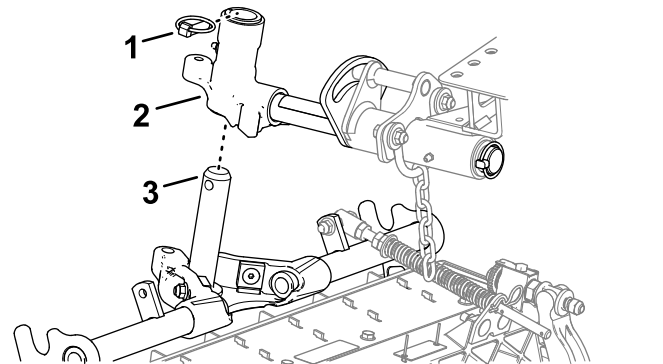

図 26
1. カッティングユニットを昇降アームの下に置く 図 26。